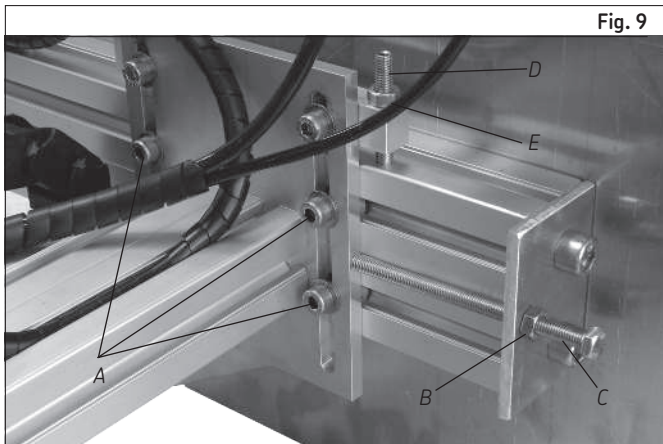

Fig. 9
- Afloje los cuatro tornillos de fijación de las dos bridas (→ pos. A fig. 9).
- Afloje la contratuerca (→ pos. B fig. 9) del tornillo de ajuste (→ pos. C fig. 9).
- Haga avanzar o retroceder el GVP con relación a la cadena con la ayuda del tornillo de ajuste (→ pos. C fig. 9).
- Afloje los cuatro tornillos de fijación de las dos bridas (→ pos. A fig. 9) si no lo están ya.
- Afloje la contratuerca (→ pos. E fig. los 9) de los dos tornillos de ajuste (→ pos. D fig. 9).